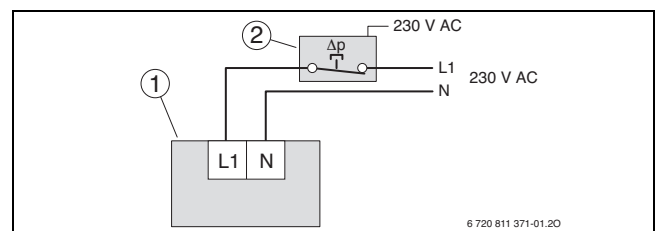

Bild 54 Anschluss Differenzdruckwächter in elektrischer Leitung
- Anschluss zwischen dem Lüftungsgerät und dem Netzanschluss (→ Tabelle 11 und Bild 54)